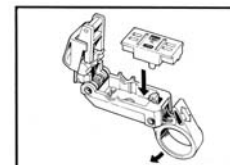

Figure 19
C. Das Einsetzen des Justierblocks. Der Block ist mit verschiedenen Kabelgrößen gekennzeichnet. Setzen Sie die von Ihnen benötigte Kabelgröße auf die Justierschrauben (Abb. 19).